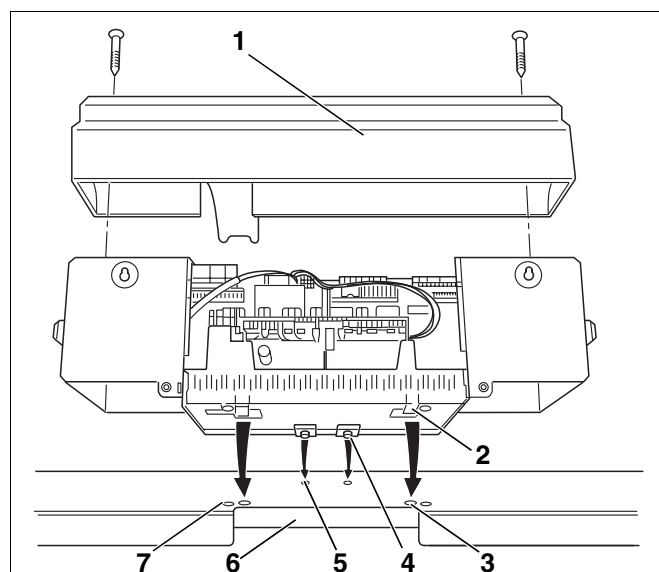

Рис. 34 Установка системы управления
На рис. 34 изображен вид сзади системы управления и передней крышки (рис. 34, поз. 1).
- Ослабить два винта на крышке (рис. 34, поз. 1). Снять крышку, приподняв ее вверх.
- Вставить крюки (рис. 34, поз. 4) системы управления в овальные отверстия передней крышки котла (рис. 34, поз. 5).
- Систему управления сдвинуть вперед и затем откинуть назад. Эластичные крюки (рис. 34, поз. 2) должны войти сзади в прямоугольные отверстия передней крышки котла (рис. 34, поз. 3).
- Цоколь системы управления закрепить слева и справа от прохода для кабеля (рис. 34, поз. 6) к передней крышке котла двумя саморезами (рис. 34, поз. 7).
- Вновь установить крышку (рис. 34, стр. 37) на систему управления.
- Закрепить крышку системы управления винтами (рис. 34, стр. 37).